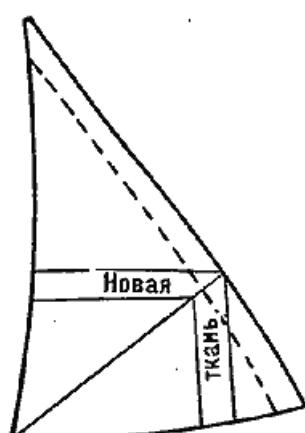

Рис. 77.
**Увеличение плошали стакселя** (рис. 77). Это довольно большая работа. Обычно надо увеличить длину всех трех шкаторин и скроить парус по новым размерам. Естественно, придется менять ликтрос по передней шкаторине и передвигать шкотовый угол в соответствии с требуемыми размерами стакселя. Объем работы здесь большой: надо снять ликтрос, распороть два шва, которые сходятся у «елочки» около передней шкаторины, вставить два новых полотнища (или обрезанные по ширине части полотнищ), обрезать и подшить парус по новым размерам, поставить новый ликтрос, заново заделать фаловый и галсовый углы.
сами по себе, к тому же они часто сочетаются с увеличением размера паруса, как показано на рис. 77. Подобные переделки обычно делают на парусах довольно большого размера с длиной по передней шкаторине по меньшей мере 12 м и больше.